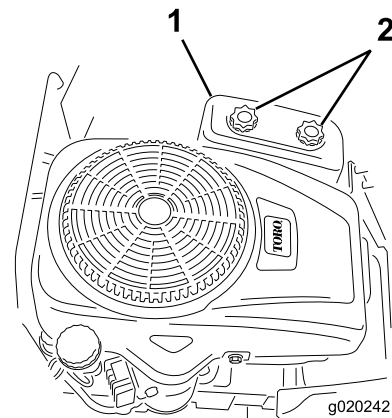

Figura 37
4. Retire la tapa del limpiador de aire desenroscando los 2 pomos (Figura 37).
3. Instale la tapa del limpiador de aire y apriete los 2 pomos (Figura 37).